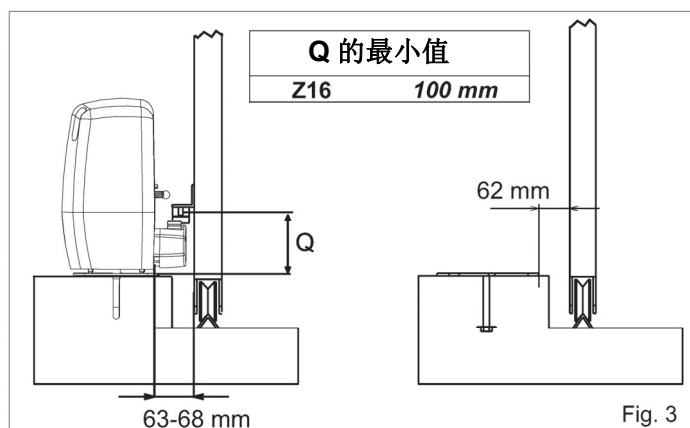
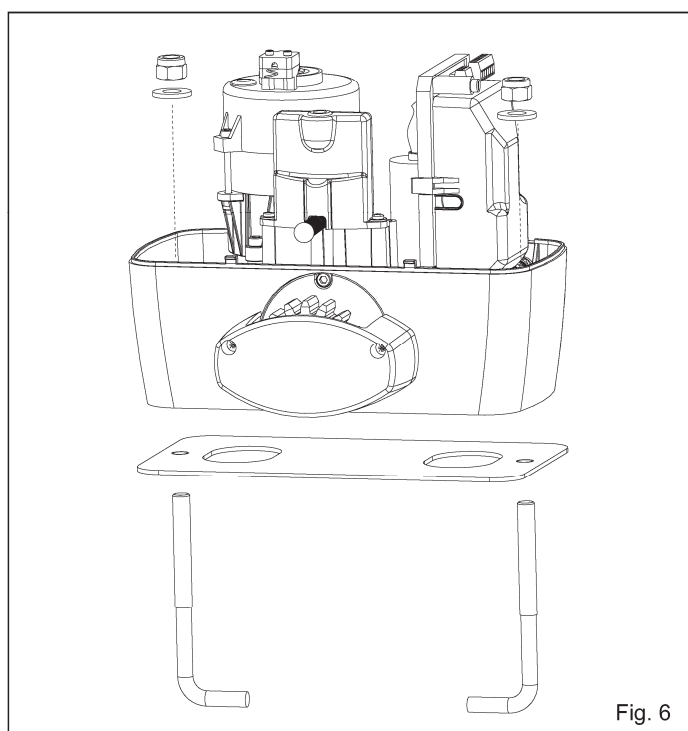

Fig. 3
Fig. 6
2.3. 灌注水泥时确保底板完全水平,并注意应满足(图3)所示的63-68mm的尺寸。
4.2. 用2粒配套的螺母和垫介将电机固定在底板上(图6),按(图3)的尺寸调整电机的位置和高度。